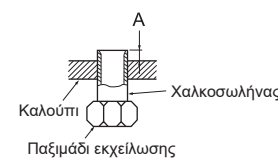

Fig. 5
- Τοποθετήστε το σωλήνα αποστράγγισης στη βάση της υποδοχής αποστράγγισης (άκρο σύνδεσης). (Fig. 5) Βεβαιωθείτε ότι το άγκιστρο του σωλήνα αποστράγγισης έχει γαντζωθεί καλά στην προεξοχή του τμήματος σύνδεσης σωλήνα της υποδοχής αποστράγγισης.